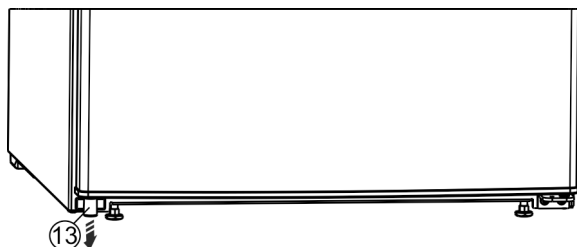

Fig. 4
- ▶ Võtke distantsdetail Fig. 4 (13) all vasakul uksest välja.